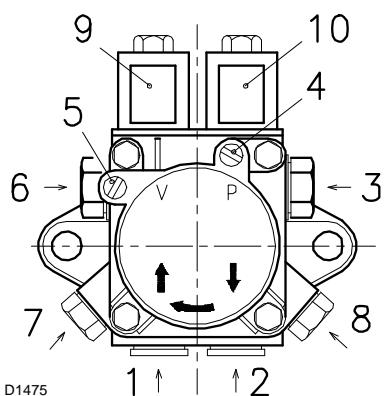

Fig. 18
Leyenda (Fig. 18)
- A fin de que la bomba pueda autocebarse, es indispensable aflojar uno de los tornillos 4)-8)(Fig. 18) de la bomba para purgar el aire que pueda haber en el tubo de aspiración.
Para variar la presión de la 1º llama, usar el tornillo 6)(Fig. 18).
Para variar la presión de la 2º llama, usar el tornillo 7)(Fig. 18).